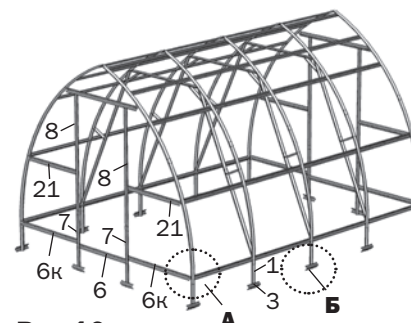

Рис.10
4. Выровняйте каркас путём подсыпки или углубления ямок, чтобы продольные элементы были прямолинейными, горизонтальными и параллельными между собой и чтобы дуги были ровными при виде сбоку. При необходимости выравнивания плоскости дуг, ослабьте соединения прогонов с дугами, завершите выравнивание на грунте и снова затяните винты. Засыпку опор каркаса грунтом производить после закрепления на детали **3** бандаж проволоочных нижних (**рис.10**)